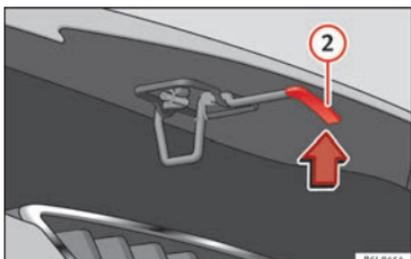

Fig. 9
- Soulever le capot : appuyez sur la bascule sous le capot-moteur de manière à ce qu'elle soit orientée vers le haut » fig. 9 ②. Le crochet de fixation est alors déverrouillé.